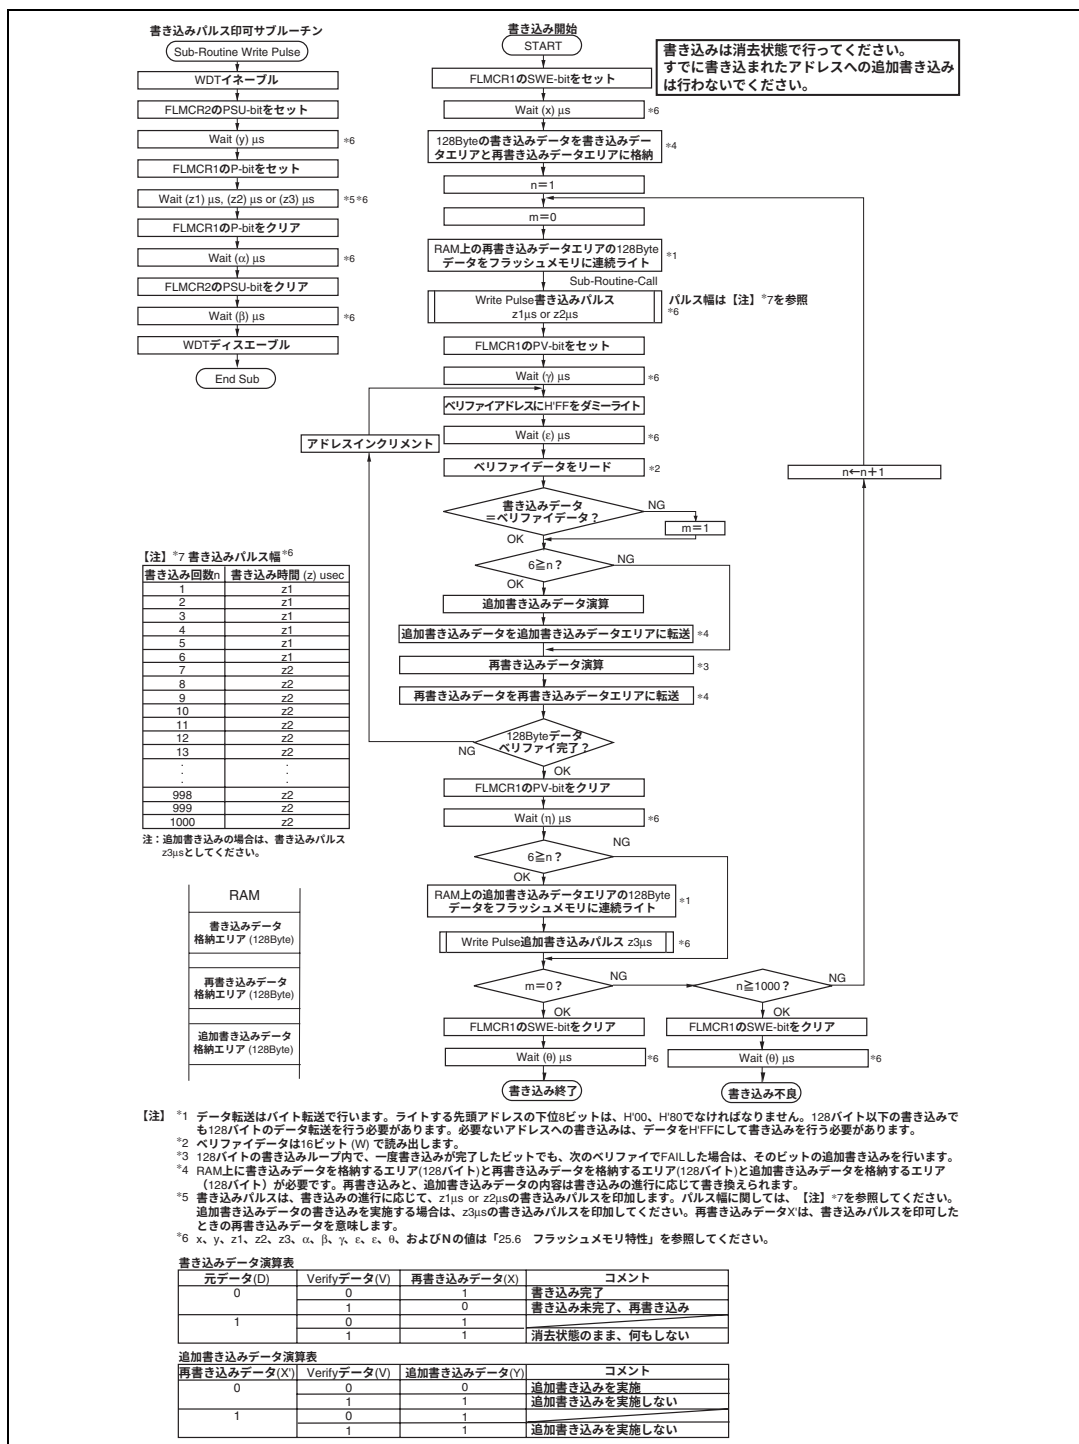

図 22.13 プログラム/プログラムペリファイフロー
フラッシュメモリへのデータ／プログラムの書き込みは、図 22.13 に示すプログラム／プログラムベリファイフローチャートにしたがって行ってください。このフローチャートに沿って書き込み動作を行えば、デバイスへの電圧ストレスやプログラムデータの信頼性を損うことなく、フラッシュメモリへデータ／プログラムの書き込みを行うことができます。また、1 回の書き込みは、128 バイト単位で行ってください。
一定の書き込み時間経過後、書き込みモードを解除（FLMCR1 の P ビットを 0 にクリア後、 (α) μs 以上の時間が経過してから FLMCR2 の PSU ビットを 0 にクリア）します。次に、ウォッチドッグタイマーを (β) μs 以上の時間が経過してから解除し、FLMCR1 の PV ビットをセットすることで、動作モードはプログラムベリファイモードへ遷移します。プログラムベリファイモードでは、リードする前にリードするアドレスにデータ H'FF をダミーライトしてください。ダミーライトは (γ) μs 以上の時間が経過してから行ってください。この状態でフラッシュメモリをリード（ベリファイデータは 16 ビットで読み出す）するとラッチしたアドレスのデータが読み出されます。このリード動作は、ダミーライト後、 (ε) μs 以上おいてから行ってください。次に書き込みデータとベリファイデータを比較し、再書き込みデータを演算（図 22.13 参照）し、再書き込みデータを再書き込みデータエリアに転送します。128 バイト分のデータのベリファイが完了後、プログラムベリファイモードを解除し、 (η) μs 以上の待機時間をおいてください。このとき、書き込み回数が 6 回以内であれば、書き込むアドレスに RAM 上の追加書き込みデータエリアの 128 バイトのデータを連続ライトし追加書き込みを行います。そして、FLMCR1 の SWE ビットを 0 にクリアしたあと、 (θ) μs 以上の待機時間をおいてください。再度書き込みが必要な場合は、再度プログラムモードに設定し、同様にプログラム／プログラムベリファイシーケンスを繰り返してください。ただし、同一ビットに対するプログラム／プログラムベリファイシーケンスの繰り返しは、 (N) 回を超えないようにしてください。
フラッシュメモリの消去は1ブロックごとに、**図 22.13** に示すイレース／イレースベリファイフロー（単一ブロック消去）チャートに沿って行ってください。